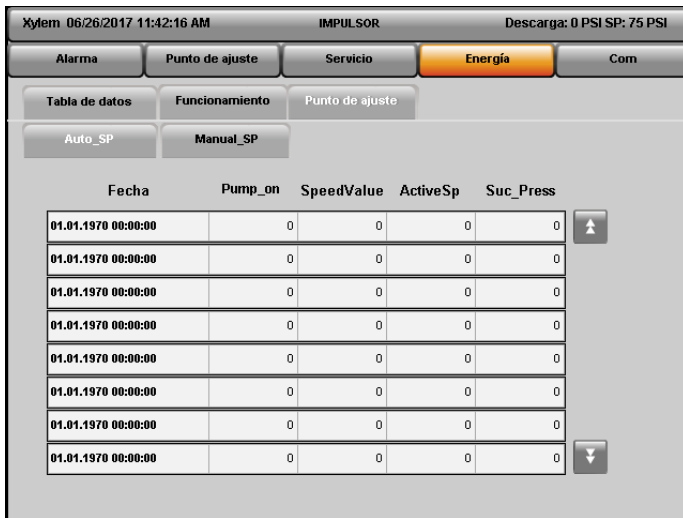

Figura 5.6.6: Punto de ajuste automático
- Punto de ajuste automático:** La página para el registro del punto de ajuste automático se muestra en la Figura 5.6.6. El punto de ajuste cambiado a través de la función Compensación de flujo se registrará en esta página, junto con la marca de fecha/hora, número de bombas funcionando, velocidad y presión de succión.